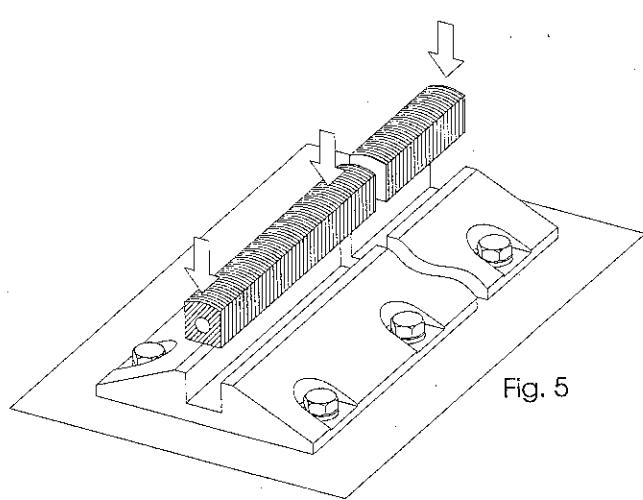

Fig. 5
- 7) Inserire a pressione il profilo pneumatico nell'apposita sede come da Fig. 5.
- 7) Pressure fit the pneumatic strip into its housing as shown in Fig. 5.
- 7) Engager par simple pression le profilé pneumatique dans son logement comme indiqué en Fig. 5.